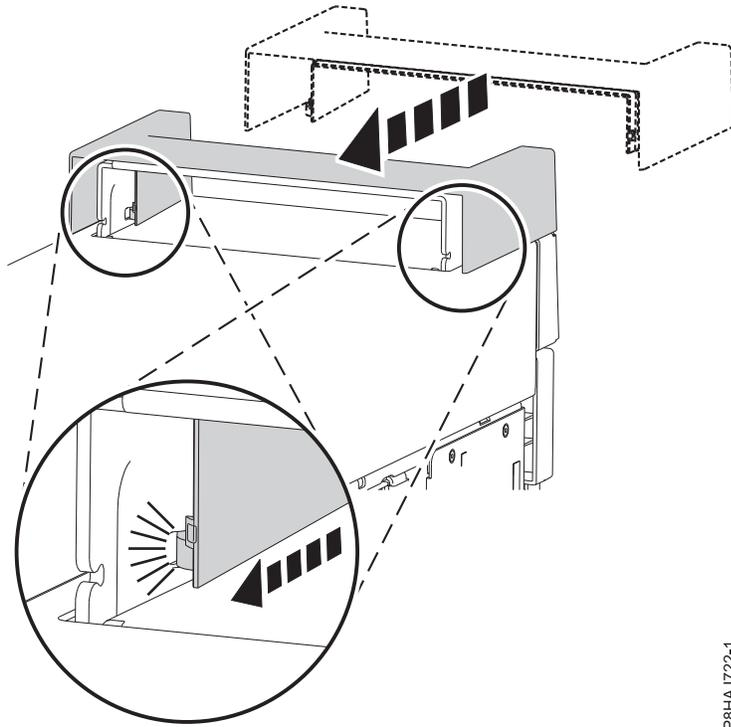

Abbildung 140. Griffabdeckung bei einem eigenständigen System vom Typ 8286-41A befestigen
1. Befestigen Sie die Griffabdeckung an der internen RDX-Andockstation (FC EUA3), indem Sie sie in Richtung der Rückseite des Systems schieben. Siehe Abb. 140.